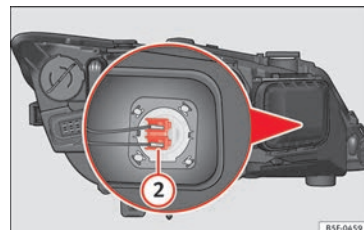

Fig. 211 Lâmpada da luz de máximos.
- Pressione a parte lateral do conector »» **Fig. 211** ② para a esquerda ou para a direita e puxe.